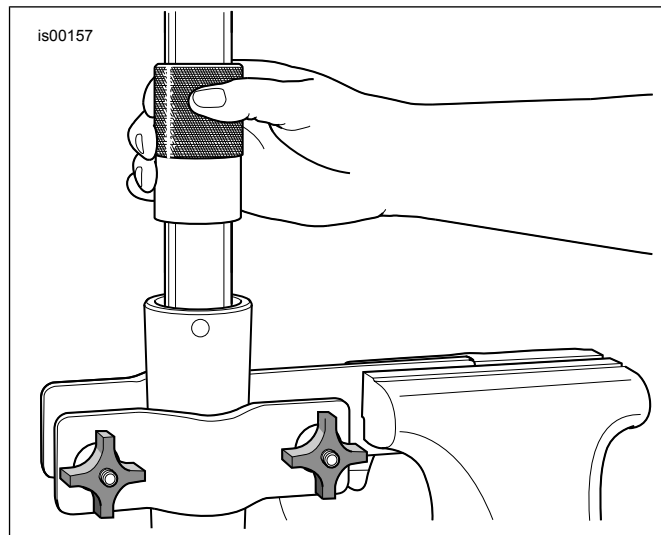

Figura 7. Coloque o vedante de óleo da forquilha
12. Cobrir Diâmetro interno (ID) e Diâmetro externo (OD) de bucha deslizante (E) com óleo do garfo limpo.
14. Deslizar o espaçador do vedante (D) até ao fundo do tubo do garfo até que entre em contato com a bucha deslizante (em qualquer direção).
15. Cobrir ID de **novo** vedante de garfo (4) com óleo de garfo limpo.
18. Ver a Figura 7. Recolher o vedante de óleo/ferramenta da bucha (HD-45305) e continue:
- b. Ver a Figura 7. Utilizando uma ferramenta como um martelo deslizante, empurrar o vedante de óleo do garfo (com o vedante espaçador e a bucha deslizante) até ao fundo do tubo do garfo até que a ranhura do grampo de retenção seja visível no ID do deslizante do garfo.